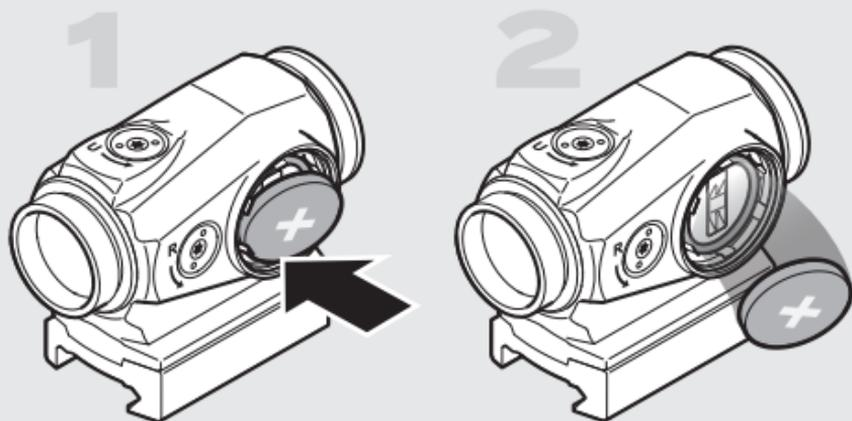

Fig. 2 Retire la batería
- Desenrosque y retire la tapa de la batería (4).
- Si va a sustituir la batería, extraiga la batería agotada del compartimento de la batería presionando con cuidado sobre un borde como se muestra en la Fig. 2.